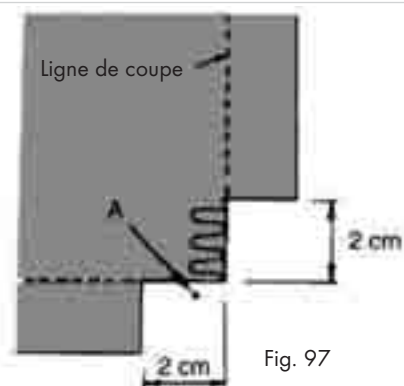

Fig. 97
1. Coupez avant et après le coin sur env. 2 cm jusqu'à la ligne de couture (Fig. 97).
2. Cousez une piqûre au-delà de la marque "A" sur le dessin, puis arrêtez-vous (Fig. 97).